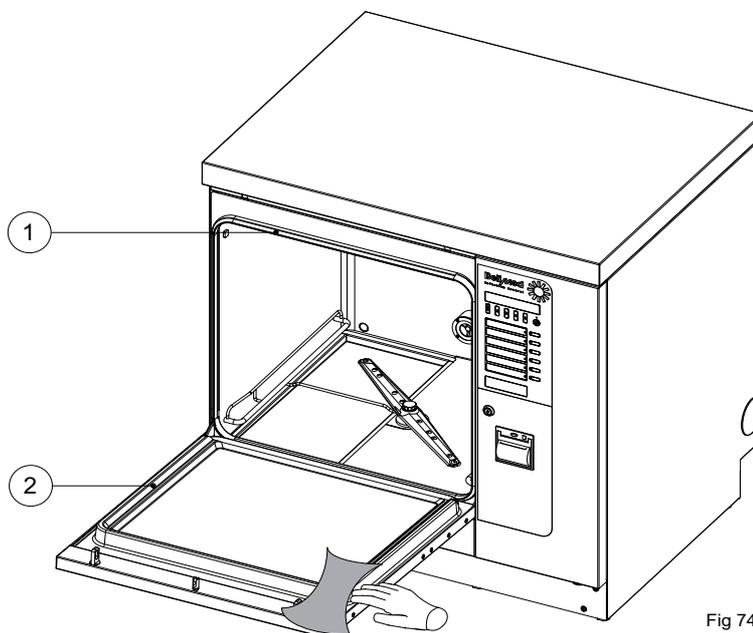

Fig 740
- ▶ Nettoyer l'intérieur de la tôle de porte (fig. 740 pos. 2) et le joint de porte (pos. 1) avec un chiffon humide et du détergent